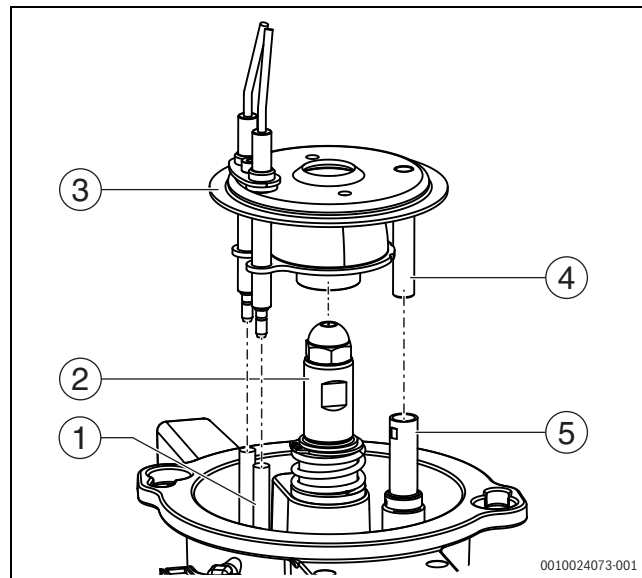

Bild 70 Mischsystem montieren
- Sichtrohr des Mischsystems und Halterohr des Flammenfühlers (→Bild 70) innen mit geeignetem Hilfsmittel, wie z. B. Wattestäbchen, Langbürste (Pfeifenreiniger) reinigen.